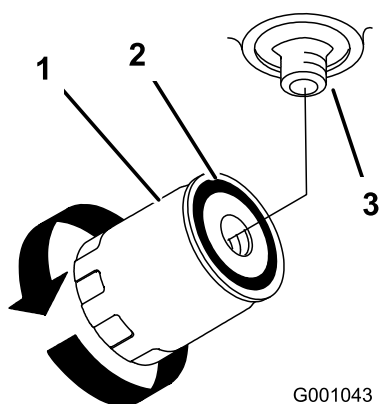

Figure 74
7. Appliquez une fine couche d'huile propre sur le joint en caoutchouc du filtre de rechange (Figure 74).
à huile dans le sens horaire jusqu'à ce que le joint en caoutchouc vienne toucher l'adaptateur du filtre. Serrez ensuite le filtre de 1/2 tour supplémentaire (Figure 74).